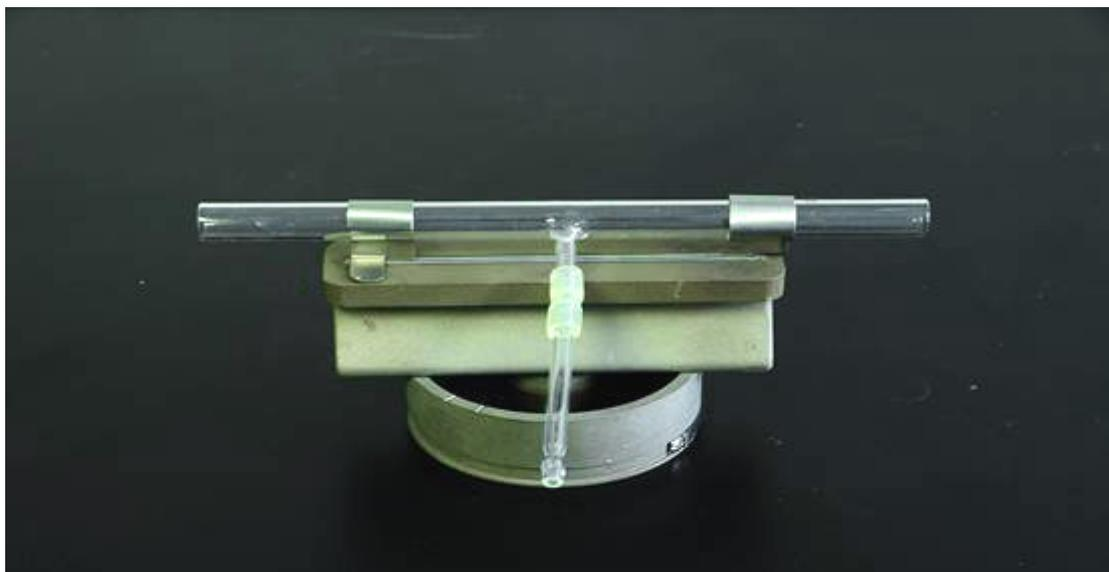

图 5 安装在燃烧器上的 T 型石英管
3.4 将 T 型石英管安装在支架上, 并将支架安插在燃烧器的燃缝处, 如图 5。打开火焰工作窗口, 用套在 T 型管上的对光板和软件调节石英管的垂直和水平位置, 保证光通量最大限度从管中通过。这一点对测定至关重要。